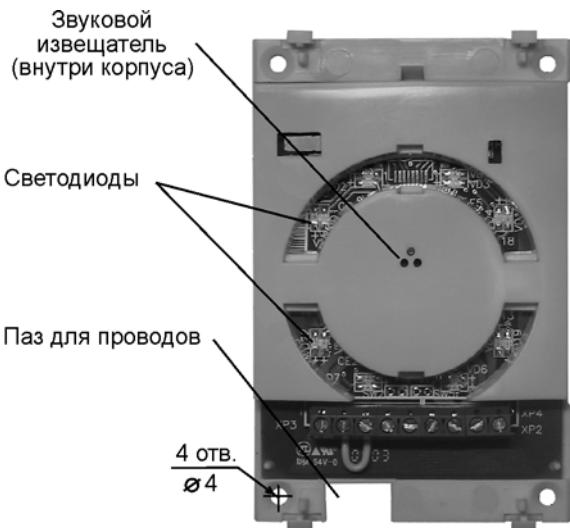

Рисунок 6 – Крепежные отверстия
- уложить соединительные провода в канал (или протянуть через отверстие в стене), протянуть их через паз в корпусе (см. рисунок 6);
В УКД имеются встроенный звуковой извещатель и светодиоды (см. рисунок 6), которые предназначены для индикации событий в системе и для обозначения временных интервалов при настройке длительности открытия замка.